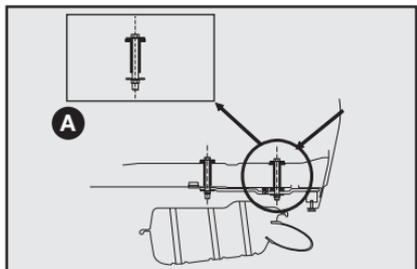

fig. 11
- Efetuar no veículo a furação com  $\varnothing$  (diâmetro) 11 mm traspassando o assoalho posterior (ver detalhe **A-fig. 11**) e a longitudinal nas marcas esquemáticas indicadas na figura correspondente ao modelo do seu veículo (**12 a 14**).